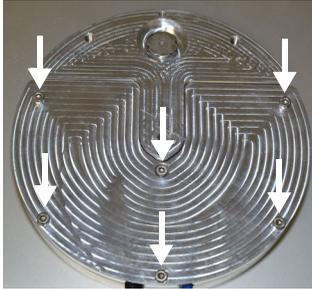

Abb. 4: Kabelanschlussraum
1. Lösen Sie die 6 Schrauben im Kabelanschlussraum (mit dem im Lieferumfang enthaltenen Innensechskantschlüssel), und öffnen Sie den Metalldeckel (siehe Abbildung 4).
6. Schließen Sie den Metalldeckel, und ziehen Sie alle 6 Schrauben fest an (siehe Abbildung 4).